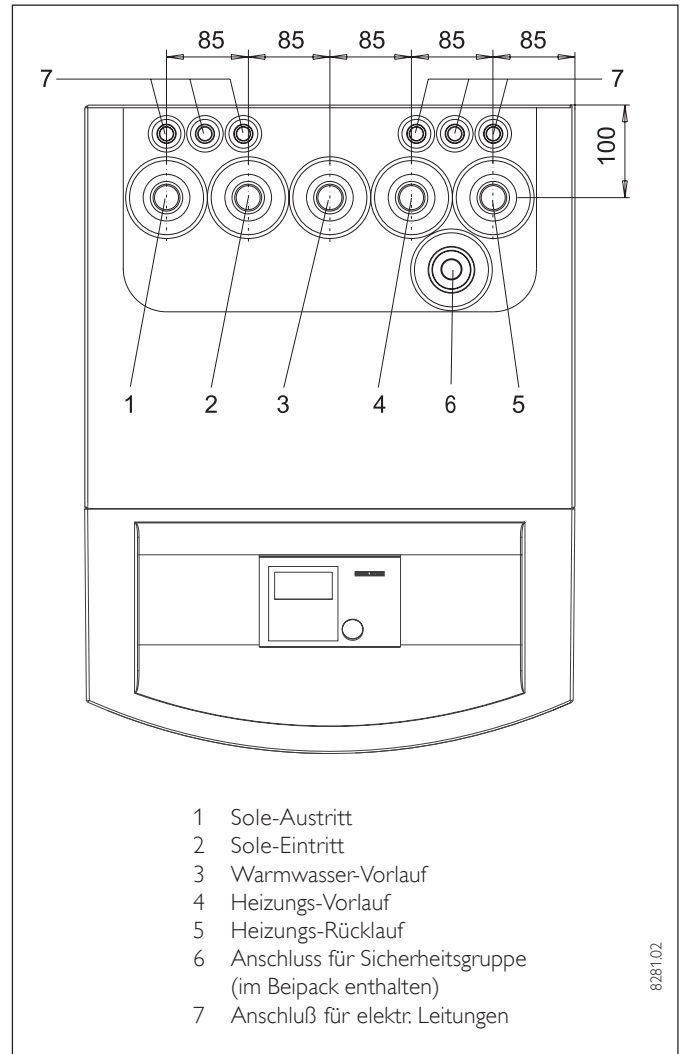

Abb. 9
Auf den richtigen Anschluss des Heizungs-vorlaufs und -rücklaufs ist zu achten (Abb. 9). Um die wasserseitige Körperschallübertragung zu reduzieren, sind flexible Druckschläuche erforderlich (Best.-Nr. siehe Abschnitt 2.2). Die Wärmedämmung ist entsprechend der Heizungsanlagenverordnung auszuführen.
Für die Erwärmung von Warmwasser wird ein Warmwasserspeicher mit einem innenliegenden Tauscher benötigt (siehe Sonderzubehör auf Seite 16). Die mindestens benötigte Wärmeaustauscherfläche beträgt 3 m². In der WPF ist ein Dreiwegeventil zur Umschaltung zwischen dem Warmwassererwärmungskreis und dem Heizungskreis eingebaut. Der oberste Tauscheranschluss des Warmwasserspeichers ist mit dem Warmwasservorlauf der WPF (siehe Abb. 9) zu verbinden. Der unterste Tauscheranschluss des Warmwasserspeichers muss mit dem Rücklaufanschluss der WPF verbunden werden. Dazu ist hinter dem Schwingungsdämpfer, der direkt an die WPF anzuschließen ist, ein T-Stück zu setzen, dass die Rückläufe vom Heizungskreis und vom Warmwassererwärmungskreis zusammenführt.
- Alle Anschlussleitungen sowie Fühlerleitungen müssen durch die vorgesehenen Durchführungen in der Rückwand geführt werden (Pos. 7 in Abb. 9).